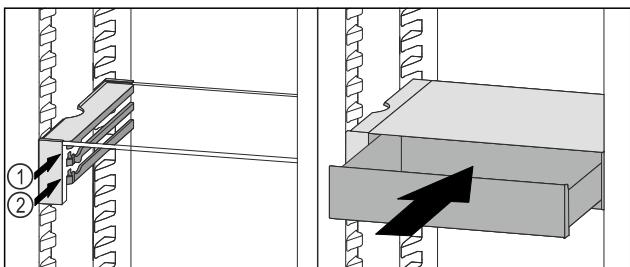

Fig. 132
- ▶ VarioSafe-Schubfach hinter den Stopperrn auf gewünschter Rippe Fig. 132 (1) oder Fig. 132 (2) aufsetzen.